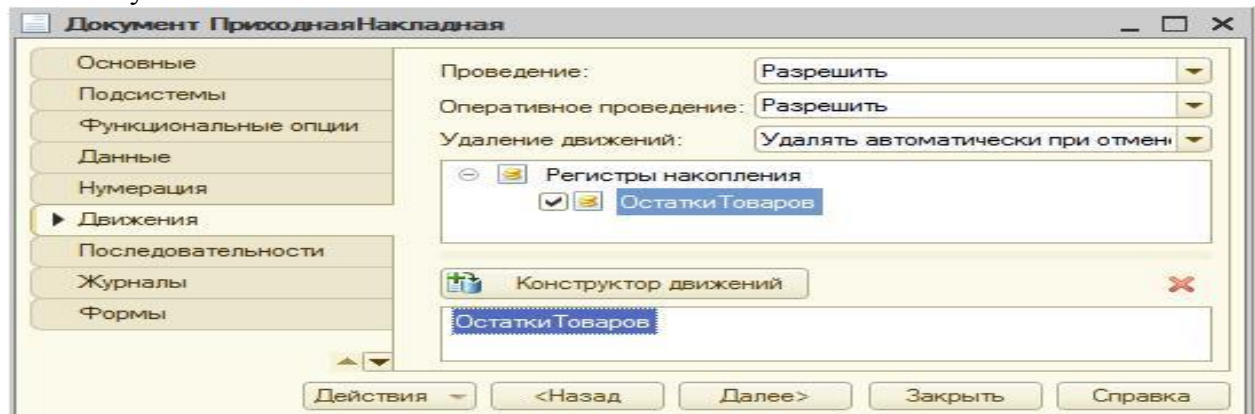

Рис. 44
2. Перейдите на закладку Движения и в списке регистров конфигурации отметим регистр накопления ОстаткиТоваров (Рис. 44). Обратите внимание на то, что как только будет выбран регистр, становится доступной кнопка Конструктор движений, воспользуемся им.